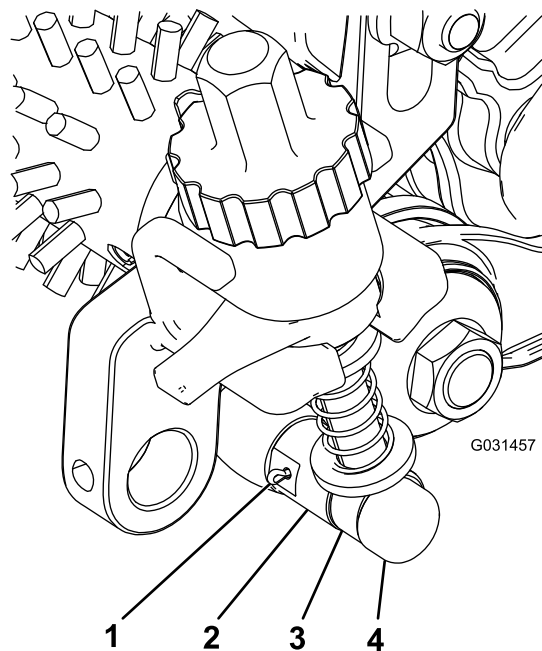

Bild 20
4. Fluchten Sie die Einstellerarmstange in der Nähe der Riemenscheiben mit dem Einsteller-Stelling an der Riemenscheibe aus und befestigen sie mit einem Einstellerstift und einem Splint (Bild 20).